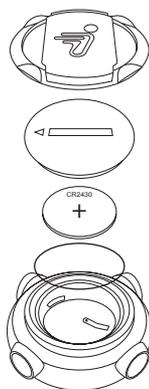

Figure 42. Remplacement ou réinstallation de la batterie du dispositif de commande InfoKey
2. A l'aide d'une pièce de monnaie ou d'un tournevis plat, dévissez le panneau arrière du dispositif de commande InfoKey. Voir la **Figure 42**.